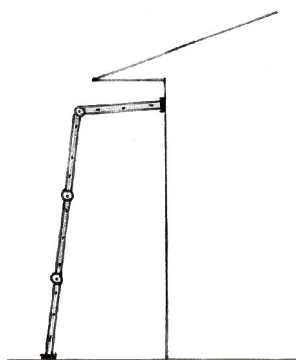

Fig. 23
- 2c)** configurazione separatore da muro o sottotetto (**Fig. 23 - Rif.to 1**) ;